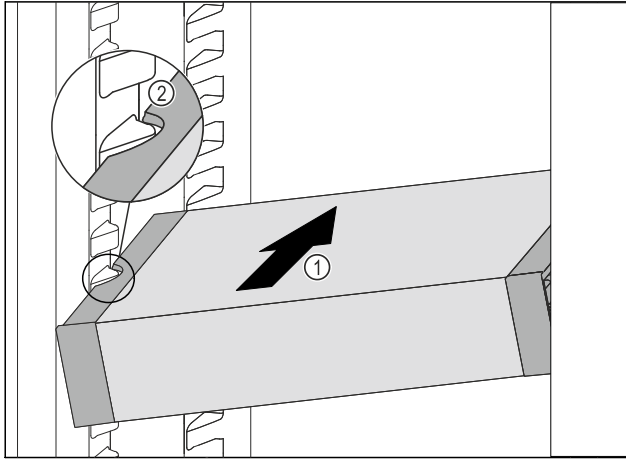

Fig. 63
- ▶ VarioSafe schräg in das Kühlteil einschieben Fig. 63 (1), bis sich die seitlichen Aussparungen Fig. 63 (2) des VarioSafes auf Höhe der Behälterrippe im Kühlteil befinden.